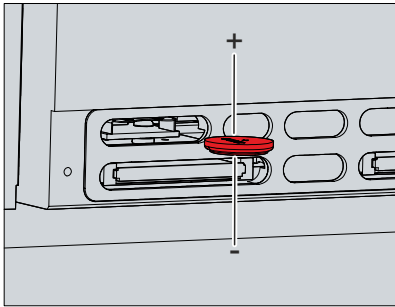

Abb. 26: Austausch Batterie
2. Stecken Sie die neue Batterie per Hand in den PC. Achten Sie dabei auf die richtige Polung wie dargestellt (siehe Abb. 26).